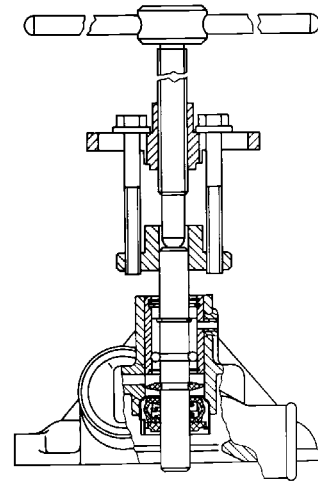

Рисунок 49 – Снятие ступицы
- с помощью специального приспособления снять ступицу шкива насоса (Рисунок 49);